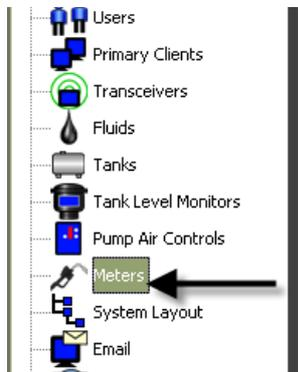

FIG. 118
1. Per visualizzare la schermata di configurazione principale Meters (Dosatori), selezionare **Meters** (Dosatori) dall'elenco sul pannello del sistema Matrix (Fig. 118).